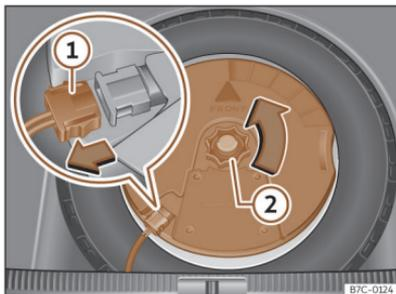

Fig. 223 En el maletero: desmontar el subwoofer.
- Desconecte el cable del altavoz subwoofer >>> **fig. 223 ①**.
- Gire la ruedecilla de fijación en sentido contrario a las agujas del reloj >>> **fig. 223 ②**.